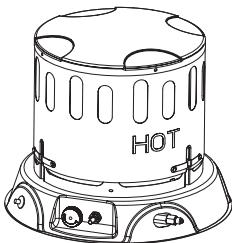

Figura 1
1. Retire el calentador del embalaje. Protéjase sus manos poniéndose guantes antes de levantar la carcasa exterior. Nunca agarre metal descubierto sin guantes.(Ver Figura 1)